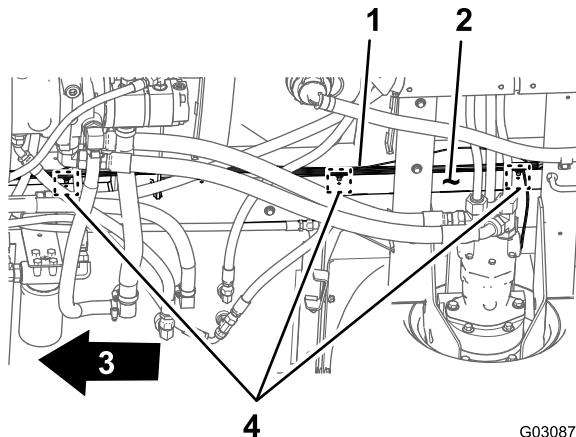

Figura 85
3. Disponete la diramazione da 165 cm e la diramazione da 203 cm del cablaggio elettrico in avanti, lungo il tubo del telaio di destra (Figura 85).
4. Inserite i fermi a pressione della diramazione di 203 cm del cablaggio preassemblato posteriore nei fori del tubo del telaio destro (Figura 85) in cui sono stati rimossi i fermi a pressione del vecchio cablaggio posteriore; fate riferimento alla fase 3 in Scollegamento del cablaggio anteriore e posteriore \(pagina 15\).